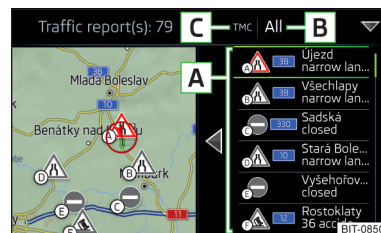

Fig. 234
En la lista de los boletines de tráfico, así como en el mapa se realiza la visualización de máximo 6 avisos, los cuales están previstos con una letra y el símbolo de una obstrucción del tráfico (p.ej. A, B, C) » fig. 234.
En la posición [C] » fig. 234 pueden visualizarse los siguientes símbolos.
- **Si se realiza una guía al destino** - después de pulsar la superficie funcional **B** » fig. 234 pueden seleccionarse **Todas las zonas** los boletines de tráfico, o pulsando la superficie funcional **Ruta**, sólo los boletines de tráfico que existen en la ruta, en el menú visualizado.